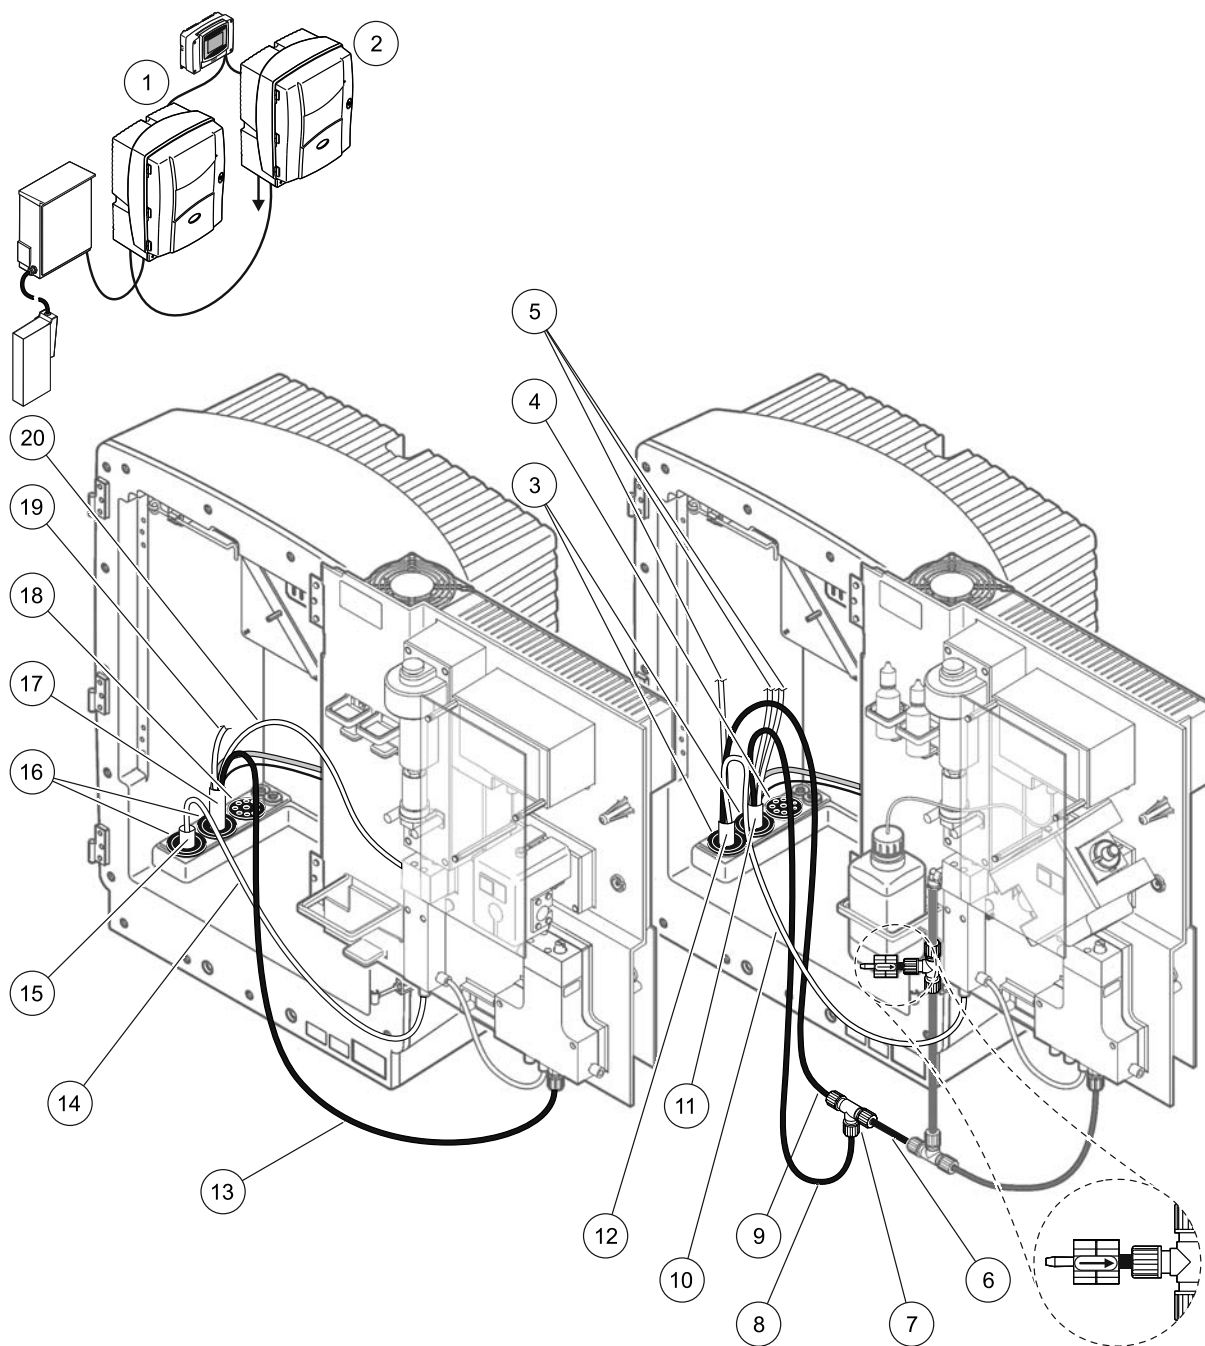

Рисунок 30 Монтаж версии 4
Для версии 4 смотрите Рисунок 30 и следующие инструкции:
- a. Проведите шланг с подогревом от FILTRAX через отверстие в анализаторе (Рисунок 30, позиция 15). Для фиксации используйте уплотняющую заглушку #1.